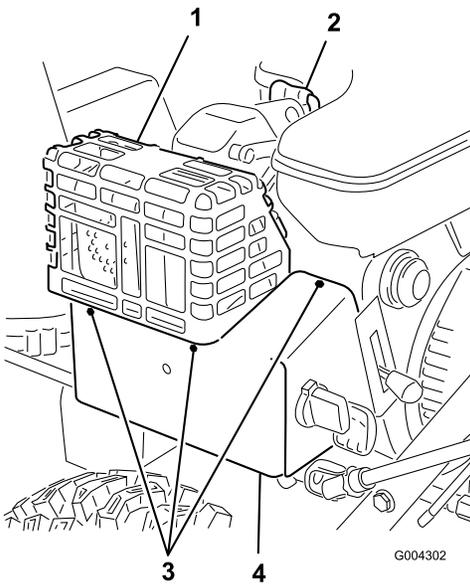

Figure 18
Si vous faites tourner le moteur quand la température ambiante excède 4 C, déposez la boîte de chauffage du carburateur (Figure 18).
- Débranchez la bougie et éloignez le capuchon pour éviter tout risque de contact accidentel (Figure 18).
- Enlevez les fixations de la boîte de chauffage du carburateur (Figure 18).
1. Branchez la bougie (Figure 18).